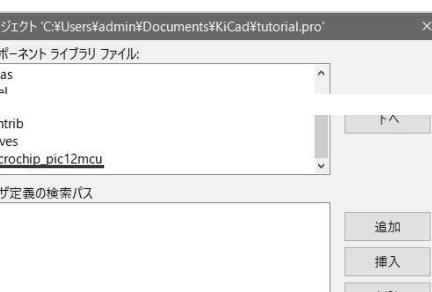

図 5-8
- ③ コンポーネントライブラリファイルに microchip\_pic12mcu ライブラリが追加されます。図 5-8